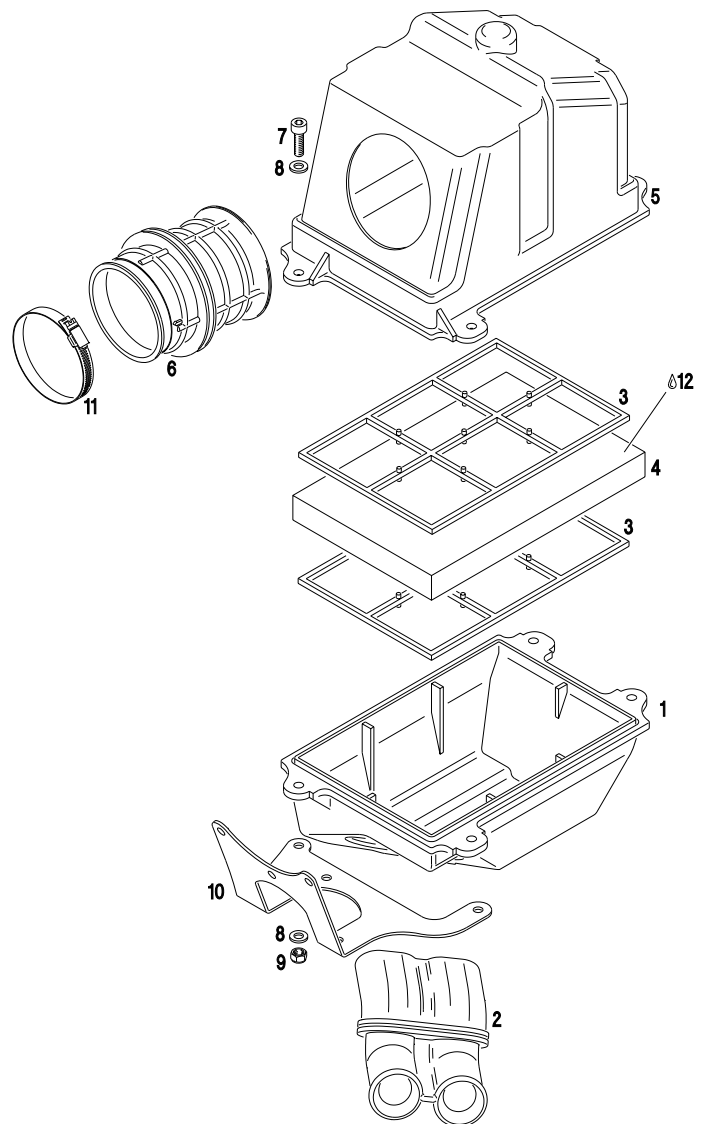

Bild 9
- ➔ Kraftstoffpumpe mit zwei der mitgelieferten Zylinderschrauben M6x20 und Sicherungsmuttern so an der Unterseite des Haltewinkels (10, siehe Bild 9) montieren, daß der Anschluß der Impulsleitung (1) nach unten und die Kraftstoffzuleitung (2) (siehe Pfeil auf Pumpengehäuse) in Richtung Fahrersitz zeigt.
- ➔ Von dem mitgelieferten Kraftstoffschlauch zwei Stücke abschneiden. Diese jeweils am unteren Anschluß für den Impuls (1) bzw. seitlichen Anschluß für den Austritt (3) montieren.
- ➔ Anschließend den Haltewinkel (10, siehe Bild 9) mit den drei unteren Verschraubungen des Vergaserstutzens am Zylinder befestigen. Anzugsmoment: 6 Nm.
- ➔ Mit einem entsprechenden Stück des mitgelieferten Kraftstoffschlauches eine Verbindung zwischen dem Anschluß am Kraftstofftank und dem Zulauf (2) der Kraftstoffpumpe herstellen.
- ➔ Ansauggummi (2) in waagrechter Stellung so in den Dämpferunterteil (1) stecken, daß die runden Ansaugöffnungen außen liegen.
- ➔ Vergaserstutzen (6) so in den Dämpferoberenteil (5) stecken, daß der Pfeil am Dämpferstutzen in Richtung Vergaser zeigt.
- ➔ Filterschaumstoff (4) mit herkömmlichem Motorenöl (12) einölen und anschließend überschüssiges Motorenöl ausdrücken.
- ➔ Dämpferteile laut Skizze zusammenstecken (Bild 9) und mit mitgelieferten Zylinderschrauben, Beilagscheiben, Sicherungsmuttern und dem Haltewinkel (10) verschrauben.
- ◆ **Hinweis:** Am Dämpferunterteil (1) muß bei der rechten, seitlichen Befestigungslasche ein Teil einer Rippe mit dem Messer entfernt werden, damit der Haltewinkel an der Befestigungslasche aufliegt.
- ➔ Ansaugeräuschkämpfer mit der mitgelieferten Schlauchschelle (11) am Vergaser befestigen.